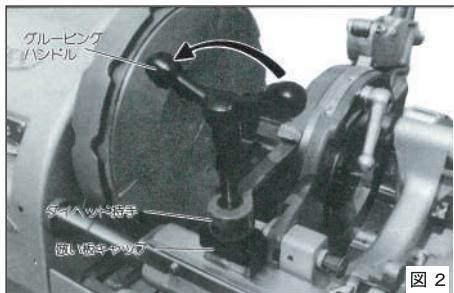

図2
- ①ダイヘッドを往復台にセットしてください。
- ②グルービングハンドルを倣い板キャップから離れる位置まで回してください。(図2)